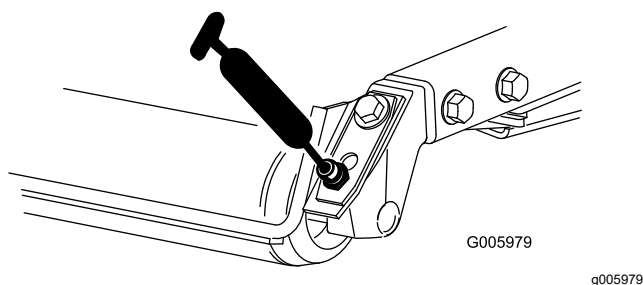

Figure 48
- Roulements de rouleau arrière (2 par unité de coupe), comme montré à la Figure 48